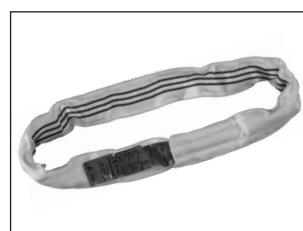

Abbildung 9:
- Hebebänder (siehe Abbildung 8) und Rundschlingen (siehe Abbildung 9) mit eingenähtem Etikett mit Angaben zu Tragfähigkeiten bei gebräuchlichen Anschlagarten (Spezifikationen siehe Lieferanten von Hebebändern und Rundschlingen).